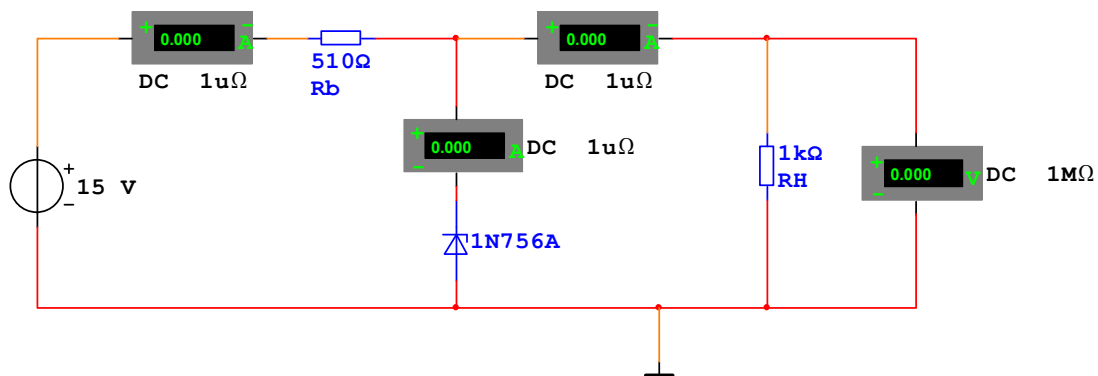

Рис.15.3
15.2.4. Для исследования параметрического стабилизатора напряжения на стабилитроне соберите схему, приведенную на рис.15.3.